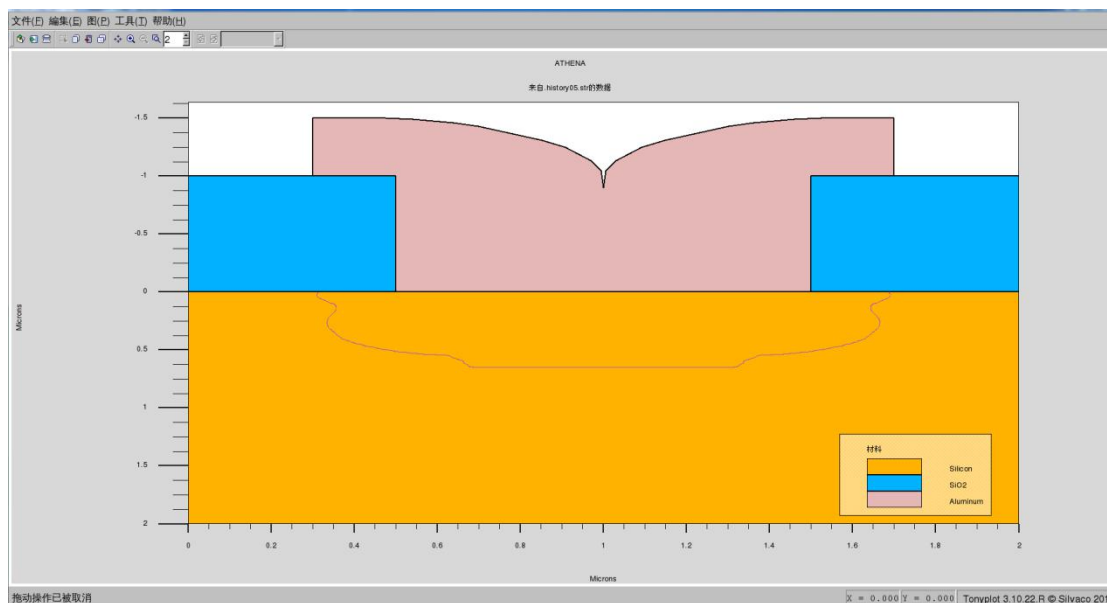

图 19
(3) 继续 Athena 仿真，并将完整的 pn 结结构绘制出来如图 19。